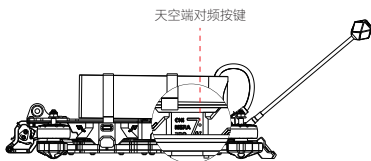

图 1-2
- ① 分别给飞行器与飞行眼镜通电。
- ② 通电后，按下天空端的对频按键 [图 1-2]，天空端对频状态指示灯红灯闪烁。
- ③ 按下飞行眼镜的对频按键，飞行眼镜响起嘀 ~ 嘀 ~ 的提示音。
- ④ 确保天空端与飞行眼镜距离在 0.5 米以内。对频成功后，天空端对频状态指示灯绿灯常亮，飞行眼镜提示音停止并显示图像。完成天空端与飞行眼镜的对频。
①开启遥控器电源后再次长按遥控器电源按键，遥控器发出滴滴声且状态指示灯快闪，说明遥控器已进入对频状态；
②按下天空端对频键(图1-2)进入对频状态，对频成功后遥控器状态指示灯停止闪烁并变为绿灯长亮。